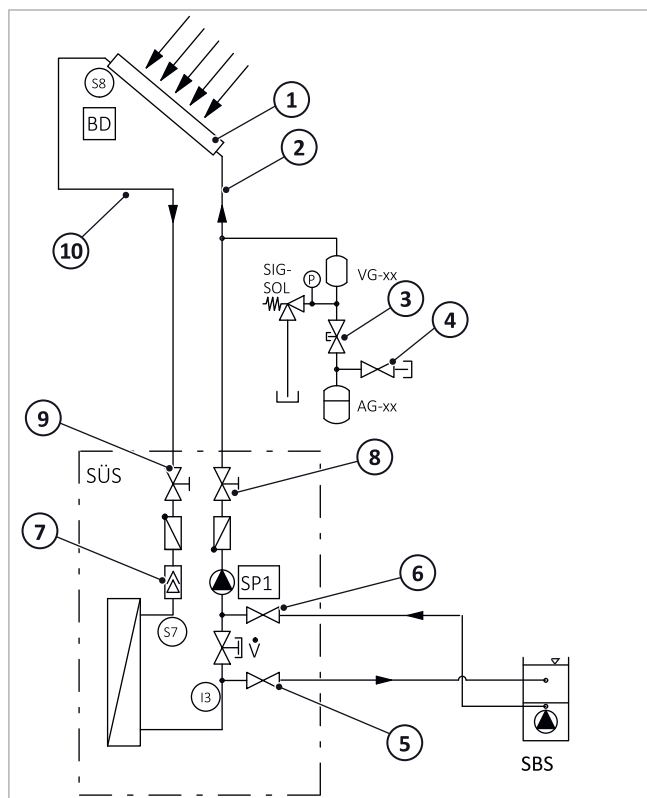

Fig. 105: stazione di trasmissione del calore solare: spurgo della linea della pompa
- Dopo il nuovo riempimento del circuito solare, durante l'esercizio avranno luogo dei degassamenti i quali si accumulano nell'intercettazione aria della stazione → fig. 105, S. 54 (7). Questi degassamenti si riducono man mano che aumenta la durata di esercizio. Nei primi giorni dopo la messa in funzione, quindi giornalmente, sfiatare l'intercettazione aria e, infine, a seconda della separazione della quantità d'aria ad intervalli più lunghi e controllare la pressione dell'impianto.